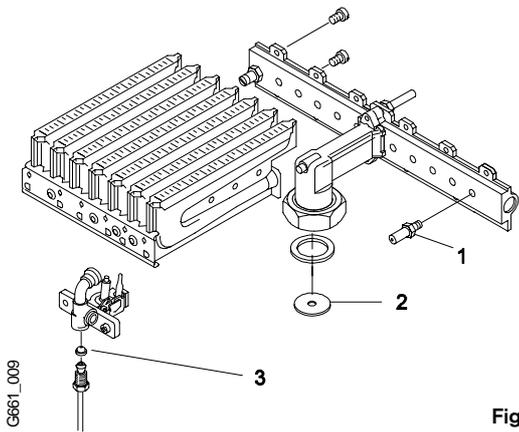

Fig.5
2. Desmontar el quemador (fig.5). Desenroscar los grupos izquierdo y derecho del quemador y cambiar las boquillas inyectoras (Fig. 5, ítem 1).
3. Cambiar la boquilla del quemador piloto (Fig.5, ítem 3).
5. Cambiar la arandela de estrangulación (Fig.5, ítem 2).